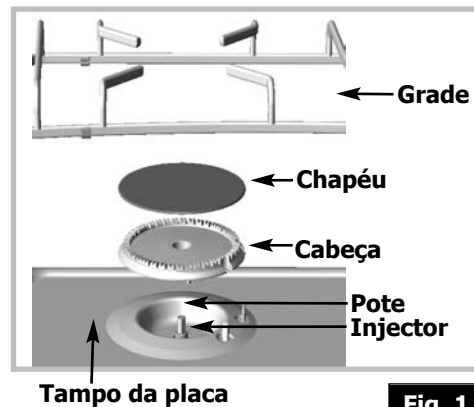

Fig. 1
- ❶ Adaptar a ligação do gás
- ❷ Mudar os injectores
- ❸ Regular os dispositivos de redução do débito das torneiras
❶ **ADAPTE A LIGAÇÃO** da placa ao novo tipo de regulação do gás. Refira-se ao parágrafo "**Ligação do gás**" correspondente.
❷ **MUDE OS INJECTORES** procedendo como segue:
- Com ajuda da chave fornecida, desatarraxe os injectores situados no fundo da cada pote e retire-os (**fig 1**).